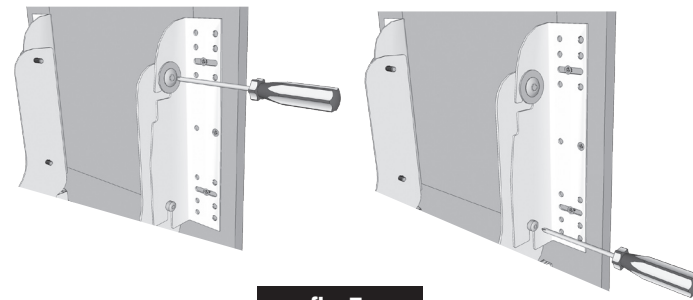

fig. 7
Paso 9: Monte la puerta con los soportes instalados en los tornillos de montaje en las placas del producto. Apriete bien los tornillos de la parte inferior. Apriete los tornillos superiores (con las arandelas) pero de modo que le permite realizar ajustes más adelante. **(Ver la ilustración 7)**
Step 9. Hang door with brackets attached on the mounting screws on the product member. Tighten bottom screws securely. Tighten top screws (with washer) snugly allowing for future adjustment. (See figure 7)